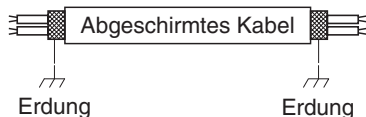

Abb. 4-6
- (5) Als Steuerverbindungsverkabelung zwischen Geräten (C) müssen abgeschirmte Kabel verwendet werden, wobei die Abschirmung auf beiden Seiten geerdet werden muss, da andernfalls Funktionsstörungen durch Störsignale auftreten können. (Abb. 4-6)